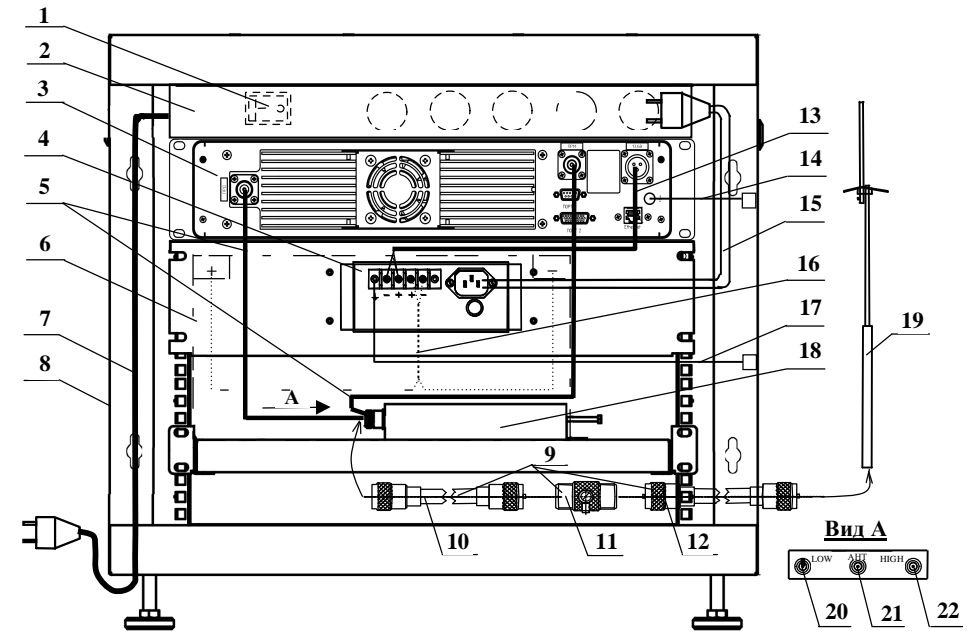

Рисунок 1
1.3.1 В состав ретранслятора входят (рисунок 1):
П р и м е ч а н и е – По отдельному заказу поставляется резервный источник питания (аккумуляторная батарея) (поз. 6 рисунок 1) с кабелем питания АКБ (поз. 16 рисунок 1).